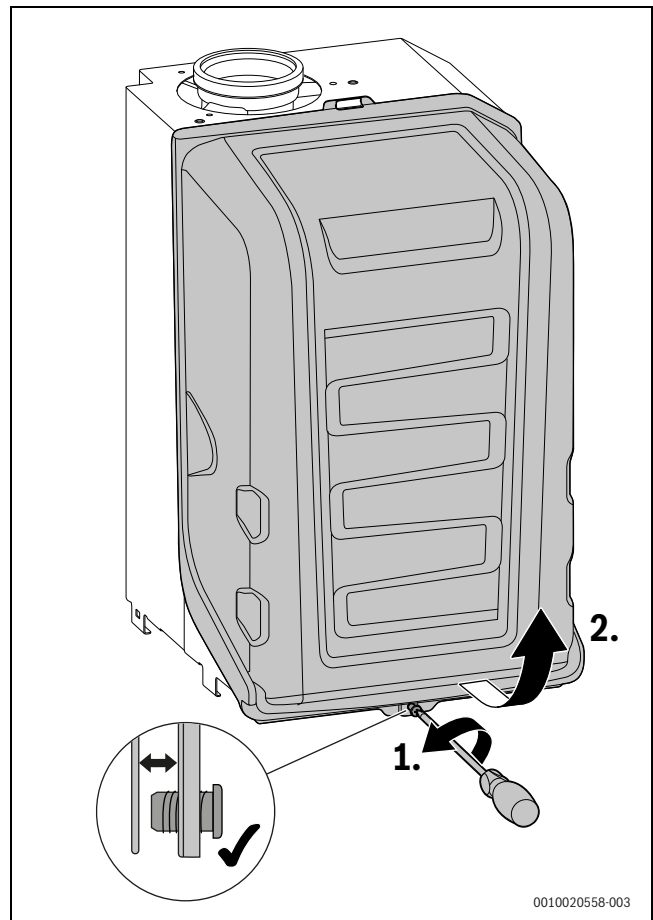

Bild 127 Brennerhaube abnehmen
- ▶ Brennerhaube abnehmen (→ Bild 127, Seite 72).